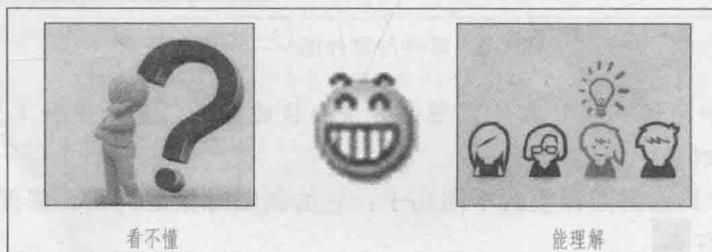

图 1-10 别人画的图自己能理解
(2) 正确看图 即别人画的图自己能理解，如图 1-10 所示。